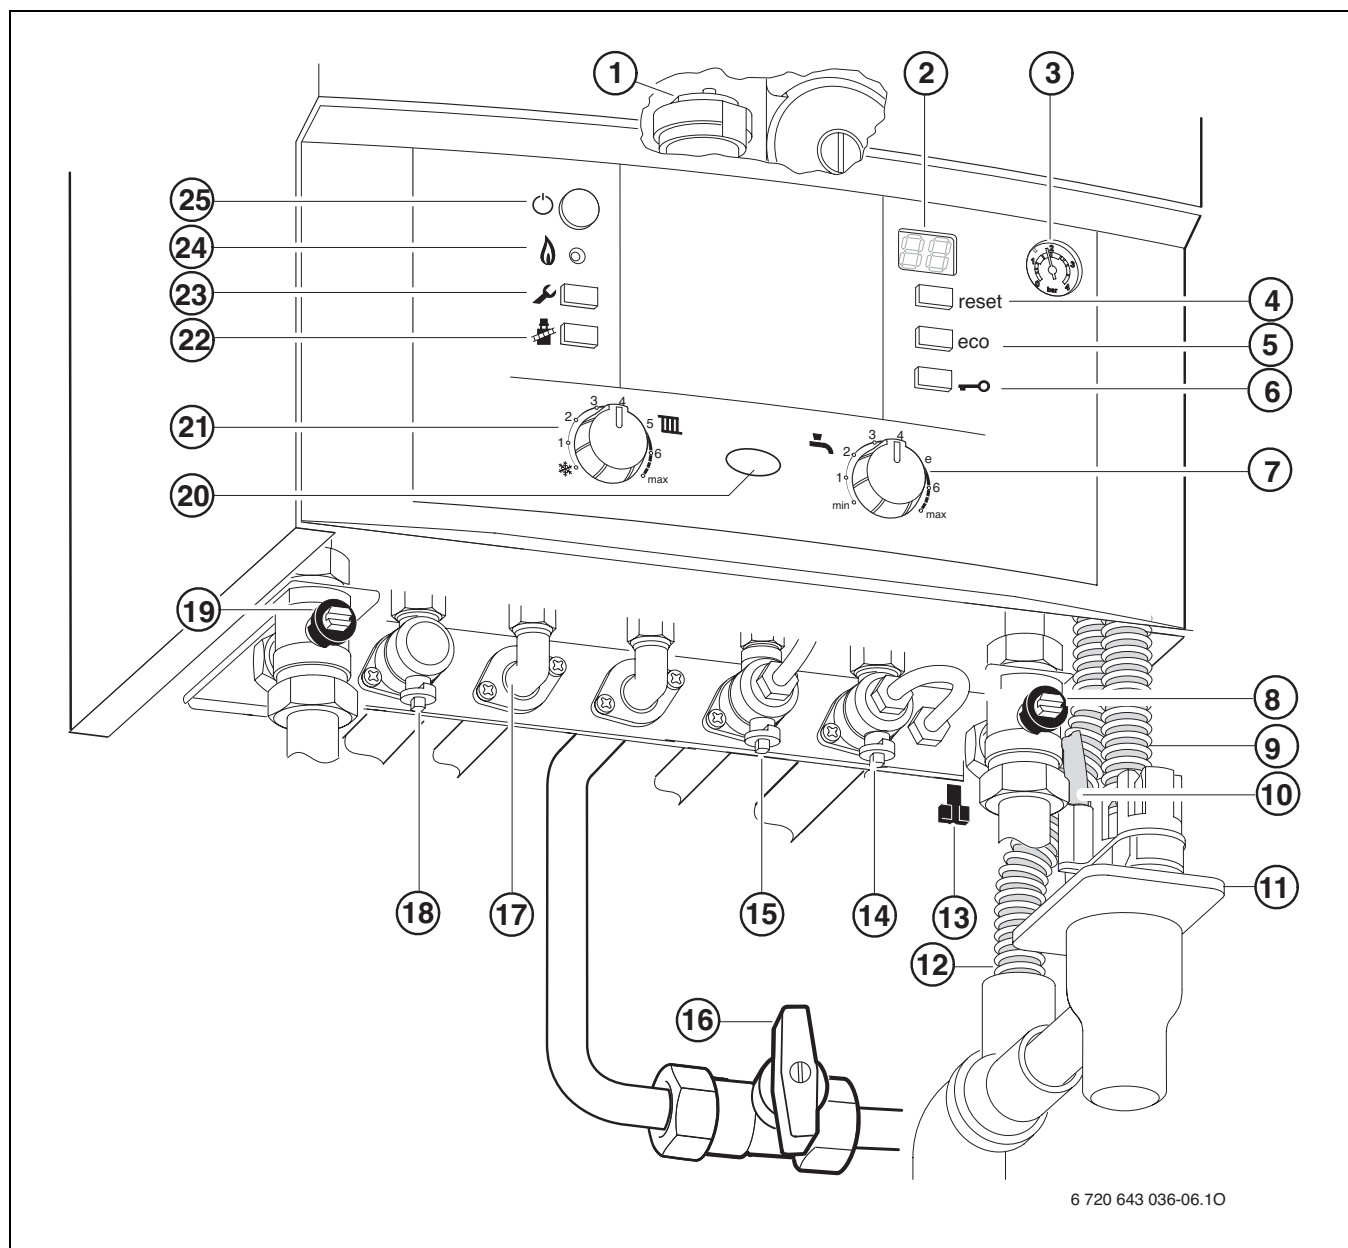

Fig. 29
- ▶ Abrir la llave de alimentación del acumulador auxiliar y la llave de retorno del acumulador auxiliar [8 y 19, fig. 29].
- ▶ Abrir las llaves de impulsión y de retorno de la calefacción [18 y 14, fig. 29], llenar la instalación de la calefacción a 1 - 1,5 bar y cerrar la válvula de llenado.
- ▶ Abrir la llave de agua fría [15, fig. 29].